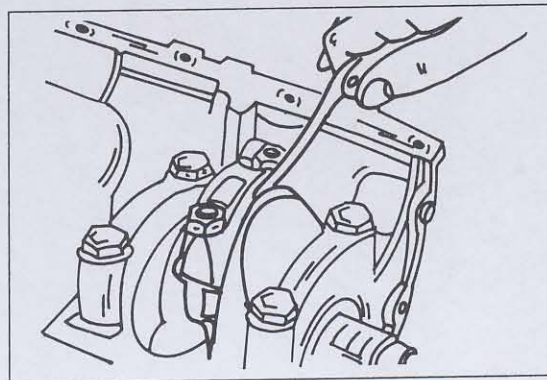

Bild 93
- Nach Einbau der Pleuelstangen das Axialspiel der Pleuelstangen auf den Pleuelzapfen kontrollieren. Dies geschieht mit einer Fühlerlehre, wie es in Bild 93 gezeigt ist. Das Bild zeigt die Messung bei einem Motor mit getrennten Hauptlagerdeckeln. Bei einem Motor mit einem einteiligen Hauptlagerdeckel muss man durch die Öffnungen im Deckel messen, um an die Pleuellager heranzukommen. Das Idealmaß liegt zwischen 0,10 bis 0,25 mm, mit einer Verschleissgrenze von 0,40 mm. Da sich das Spiel nicht einstellen lässt, muss die betreffende Pleuelstange erneuert werden, falls das Höchstmaß überschritten wird.